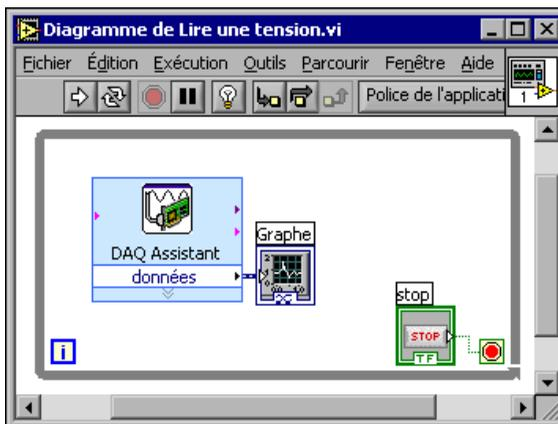

Figure 4-2. Diagramme du VI Lire une Tension
- Placez une boucle While autour du VI Express “Assistant DAQ” et de l’indicateur graphe câblé à la sortie **données**. Le diagramme devrait maintenant être semblable à la figure 4-2.